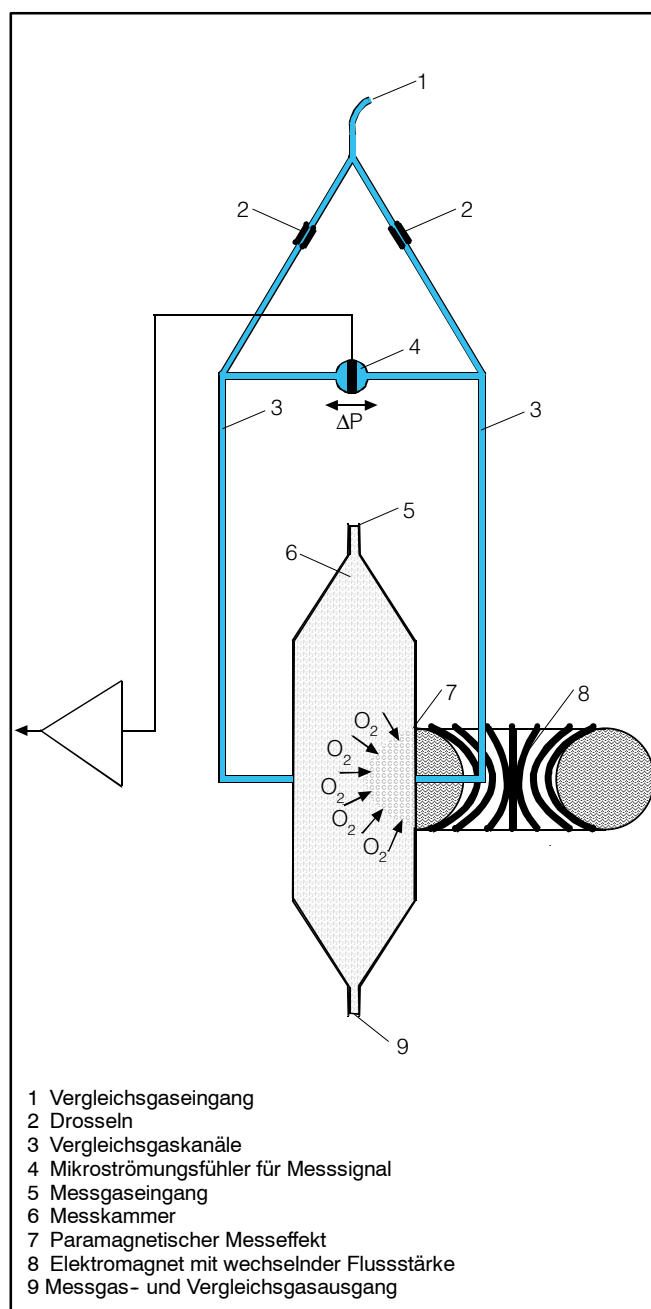

Bild 3.3 Arbeitsweise
Beim **OXYMAT 61** ist das eine Gas (1, Bild 3.3) ein Vergleichsgas (N_2 , O_2 oder Luft), das andere das Messgas (5, Bild 3.3). Das Vergleichsgas wird der Messkammer (6) durch zwei Kanäle (3) zugeführt. Einer dieser Vergleichsströme trifft im Bereich des Magnetfelds (7) mit dem Messgas zusammen. Da die Kanäle miteinander verbunden sind, bewirkt die entstehende Druckdifferenz, die dem Unterschied der Sauerstoffgehalte des Messgases und des Vergleichsgases proportional ist, eine Strömung, die von einem Mikroströmungsfühler (4) in ein elektrisches Signal umgeformt wird.